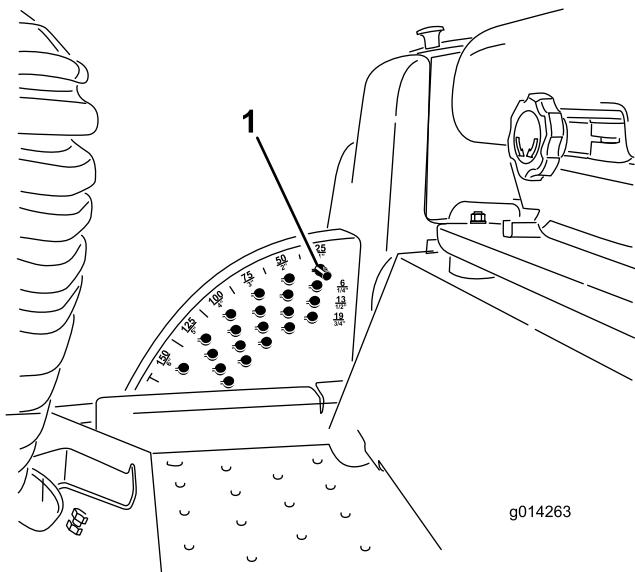

Figura 6
1. A motore acceso, tirate indietro l'interruttore di sollevamento del tosaerba fino a sollevare completamente il tosaerba e **rilasciate immediatamente l'interruttore** (Figura 6).
2. Per eseguire una regolazione, girate la spina di arresto fino a quando la protuberanza sulla medesima non si trova allineata con gli intagli previsti nei fori della staffa dell'altezza di taglio, quindi rimuovetela (Figura 6).
3. Nella staffa dell'altezza di taglio scegliete un foro corrispondente all'altezza di taglio richiesta, inserite la spina e bloccatela per mantenere questa posizione (Figura 6).
Nota: Vi sono quattro file di fori di posizionamento (Figura 6). La fila superiore fornisce l'altezza di taglio elencata sopra la spina. La seconda fila fornisce l'altezza elencata più 6 mm. La terza fila fornisce l'altezza elencata più 12 mm. La fila inferiore fornisce l'altezza elencata più 18 mm. La posizione di 15,8 cm ha un solo foro, situato nella